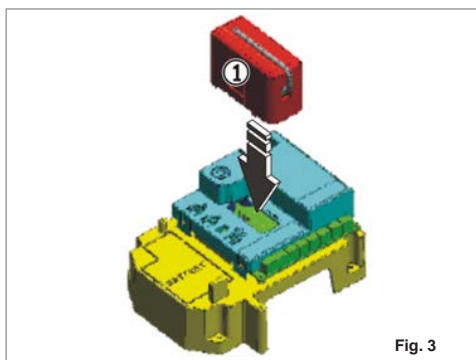

Fig. 3
L'apparecchiatura elettronica è provvista di un sistema di decodifica bi-canale integrato. Questo sistema permette di memorizzare, tramite un modulo ricevente aggiuntivo (Fig. 3 rif. ①) e radiocomandi della stessa frequenza, sia l'apertura totale (OPEN A) sia l'apertura parziale (OPEN B) dell'automazione.